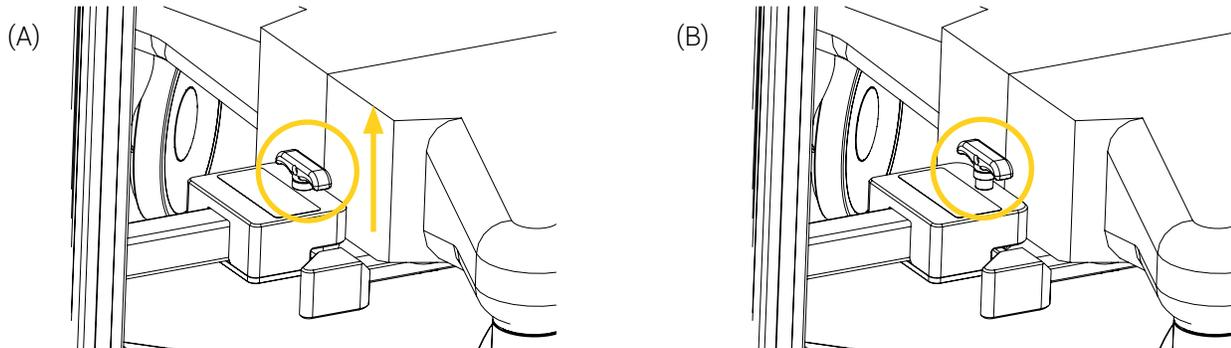

Figure 13 : Mécanisme à déclenchement rapide
1. Au besoin, désengager le système de freinage des quatre (4) roulettes pivotantes à double roue du Chariot néonatal THS.
2. Tirer et maintenir la poignée du mécanisme à déclenchement rapide du bras rabattable pour libérer le dispositif d'accouplement THS (Figure 13).